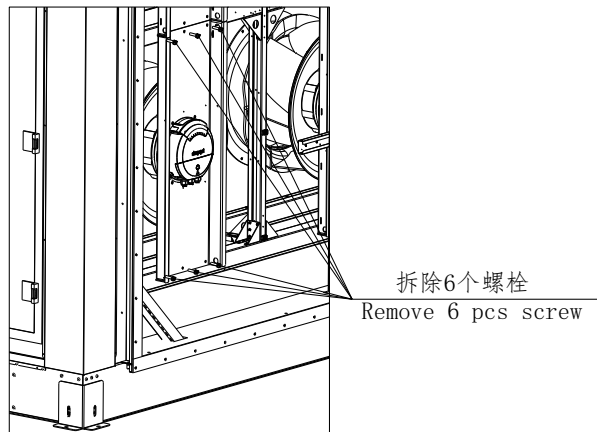

图6-3 拆除风机组件四个角的螺钉
3. 拆除风机安装板上的个螺钉,如图 6-3 所示。
4. 将风机连同安装板一起移出,并从风机维护门送出机外,如图 6-3 所示。
- 2、更换风机组件，如图 6-3 所示。